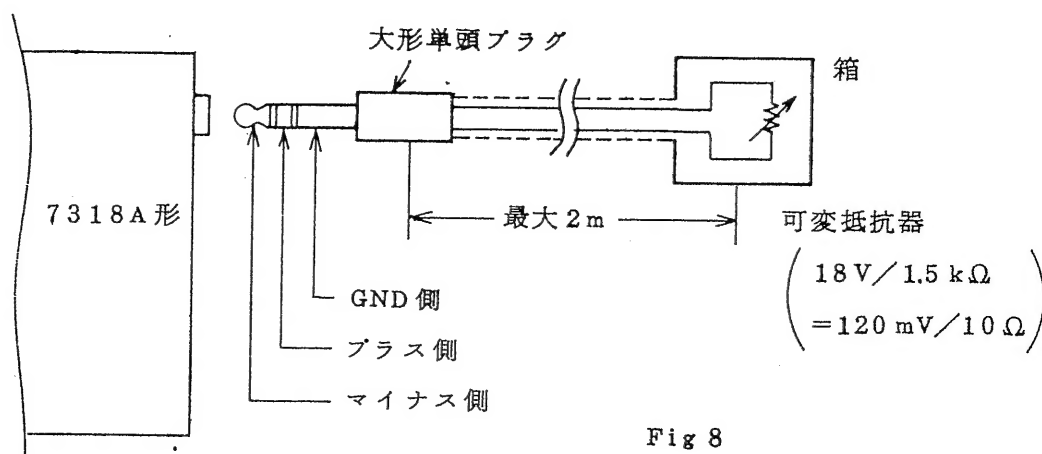

Fig 8
- 1) Fig 8 のように大形単頭プラグと可変抵抗器を 2 芯シールド線で配線して下さい。(シールド線の長さは最大約 2 m までです。)